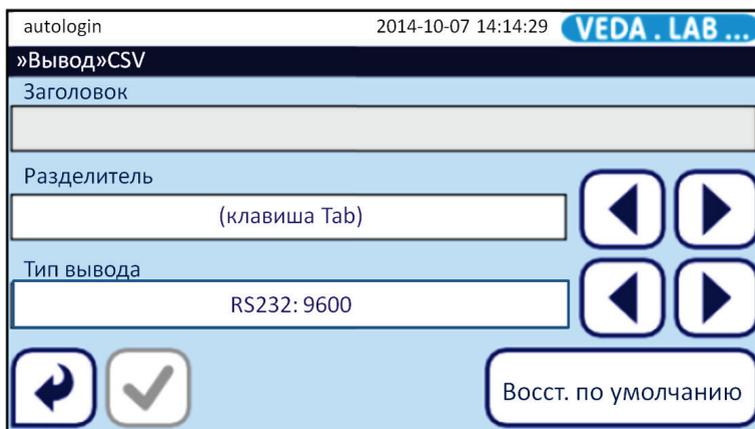

Рис. 48: Меню Передача > CSV (Output > CSV)
- 3 В меню **Передача > CSV (Output > CSV)** коснитесь текстового поля **Заголовок (Header)** для входа в меню (см. Рис. 48) и введите текст заголовка передаваемых данных.
*Если вы хотите экспортировать данные в файл с расширением .txt, у вас есть возможность указать имя файла. Коснитесь текстового поля **Имя и путь файла (File name with path)** для появления окна ввода (см. Рис. 48) и введите нужное имя файла. Если имя файла не будет задано, то система сгенерирует его самостоятельно, используя дату и время создания.*